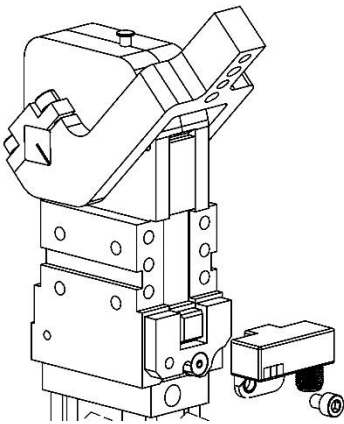

图 1
- 让夹臂处于打开状态; 松开 M6 螺丝并且拆下放大器; (图. 1)